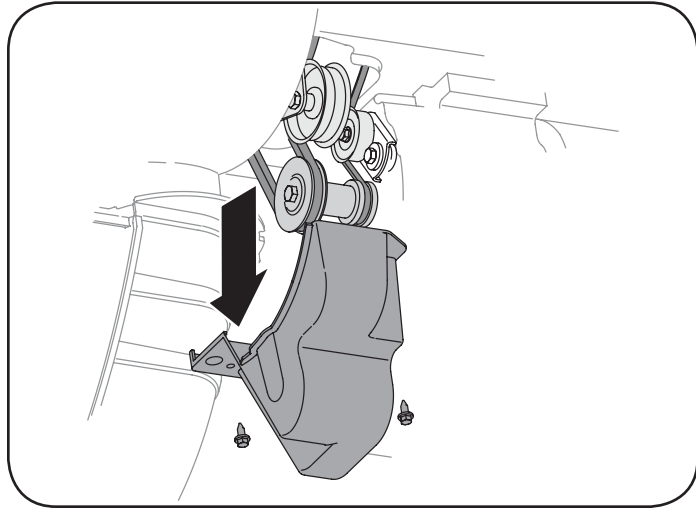

Figure 31
2. Retirez le couvre-courroie en plastique sur le devant du moteur en enlevant les deux vis auto-taraudeuses. Voir la Figure 31.
2. Retirez le couvre-courroie en plastique sur le devant du moteur en enlevant les deux vis auto-taradeuses. Voir la Figure 31.